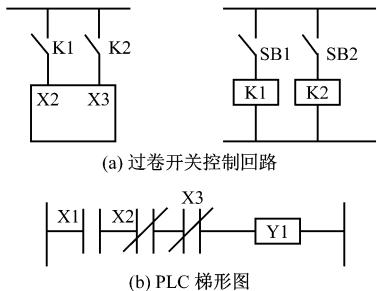

图 4 过卷开关控制回路及 PLC 梯形图
(2) 各种保护的停止功能: 以过卷开关为例(见图 4),当绞车到达设定位置,过卷开关内开关 SB1 闭合,中间继电器 K1 线圈触点得电,常开触点闭合,PLC 的 X2 触点接通,PLC 程序中原来闭合的 X2 断开,则 Y1 断开,电动机停止运行。其它各种停止功能类似(即具有停止功能的设备给出一个信号给 PLC,PLC 处理该信号,PLC 给可逆开关信号,绞车停止运行)。